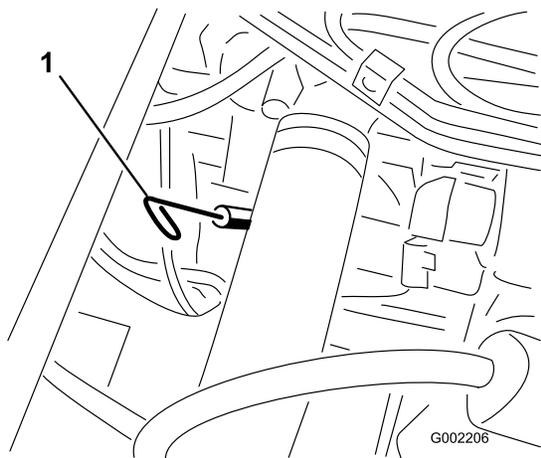

Bild 40
2. Nehmen Sie den Peilstab heraus, der sich unter dem Fahrersitz befindet, und wischen Sie ihn mit einem sauberen Lappen ab (Bild 40). Stecken Sie den Peilstab in das Rohr und stellen Sie sicher, dass er vollständig eingeführt ist. Nehmen Sie den Peilstab heraus und prüfen Sie den Ölstand.
13. Nehmen Sie den Öfülldeckel ab und gießen Sie langsam 80 % der angegebenen Ölmenge am Öleinfüllstutzen in den Motor (Bild 40).